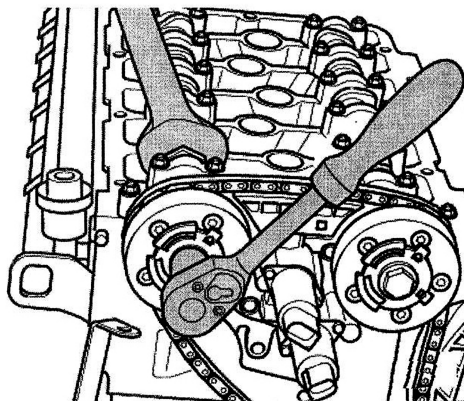

图 1-16 紧固进气凸轮轴调整装置螺栓
17) 用扳手固定住进气凸轮轴的六角部位，将进气凸轮轴调整装置螺栓拧紧（图 1-16）。